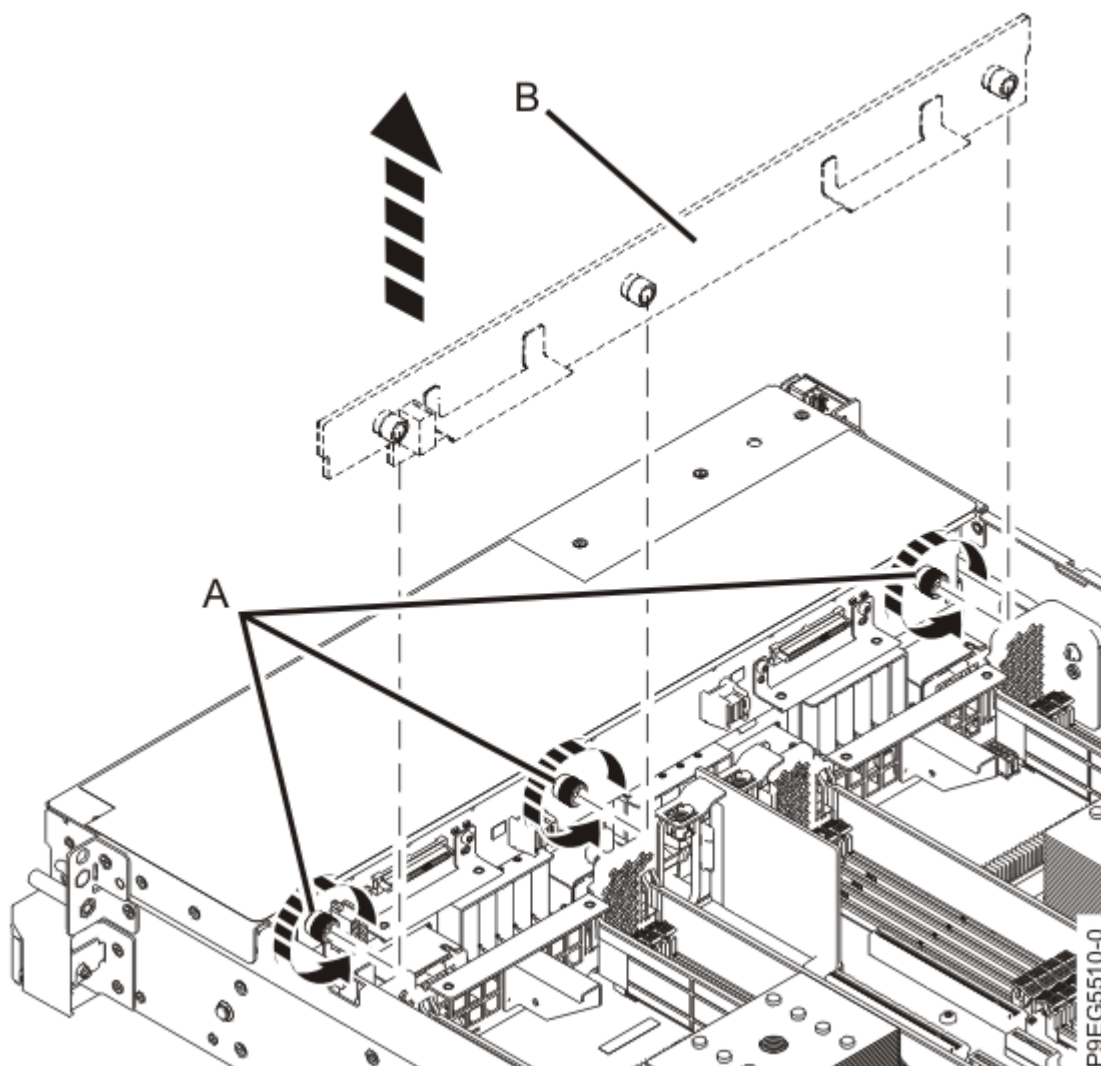

Figura 13. Aflojado de los tornillos de la placa posterior de la unidad de disco
9. Desatornille los tres tornillos cautivos **(A)** de la placa posterior de la unidad de disco **(B)**, tal como se muestra en la Figura 13 en la página 16 hasta que queden completamente sueltos.